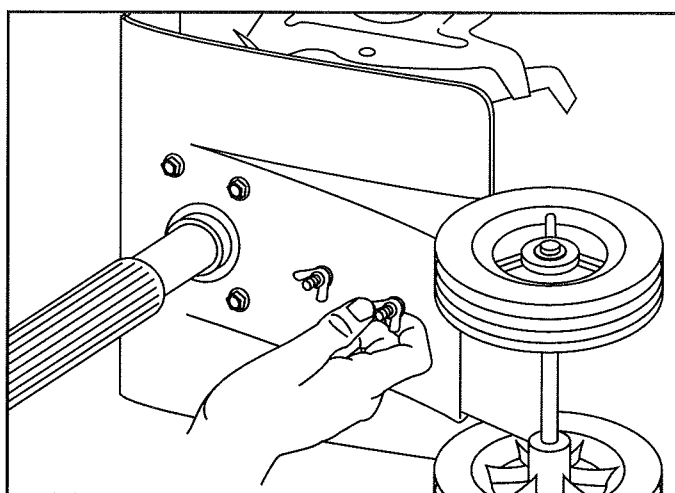

Fig. 3
4. Verificare che la spalla squadrata dei bulloni sia completamente inserita nell'asola del portaruota e stringere i galletti (fig. 3).